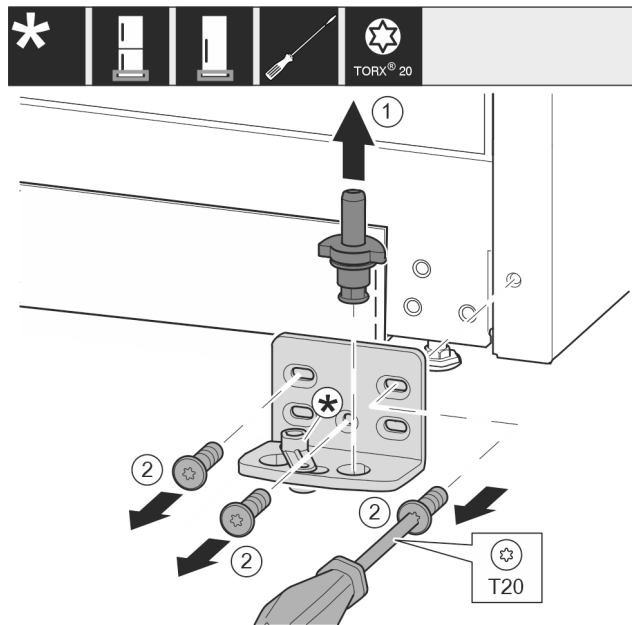

Fig. 44 *
- ▶ Pilnīgi izvelciet ārā uz augšu gultņa tapu Fig. 44 (1)*.
- ▶ Ar skrūvgriezi izskrūvējiet skrūves Fig. 44 (2) un noņemiet gultņa balstu.*